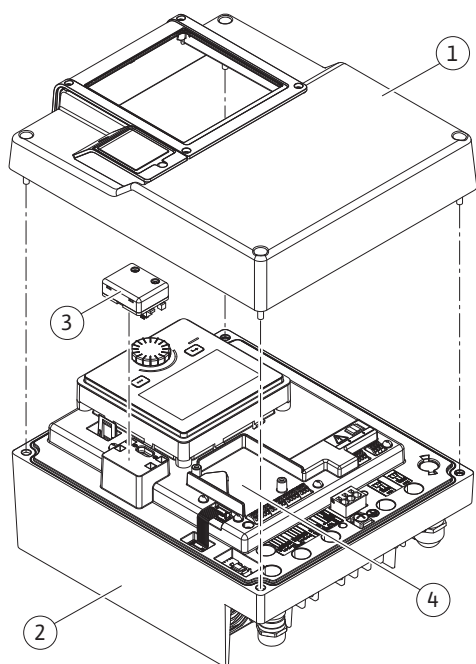
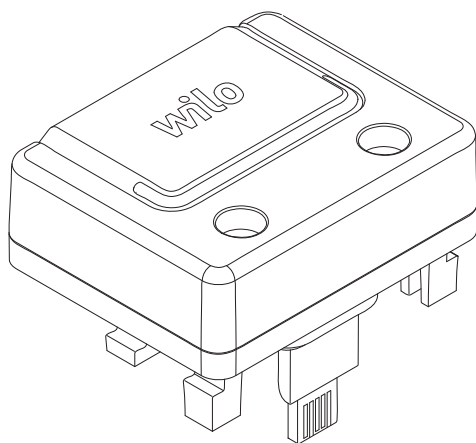

Fig. 25: Moduł elektroniczny
Fig. 26: Moduł BT Wilo-Smart Connect
Interfejs Bluetooth (Fig. 25, poz. 3) modułu BT Wilo-Smart Connect (Fig. 26) służy do połączenia z urządzeniami końcowymi, takimi jak smartfon i tablet. Za pomocą aplikacji Wilo-Smart Connect można obsługiwać i nastawiać pompę, a dodatkowo odczytywać jej dane. Nastawienia patrz rozdział „Uruchomienie”.
3. Moduł BT Wilo-Smart Connect należy umieścić w przewidzianym interfejsie. Patrz Fig. 25, poz. 3.
Moduły CIF (wyposażenie dodatkowe) służą do komunikacji między pompami a systemem zarządzania budynkiem. Moduły CIF należy włożyć do modułu elektronicznego (Fig. 25, Pos. 4)